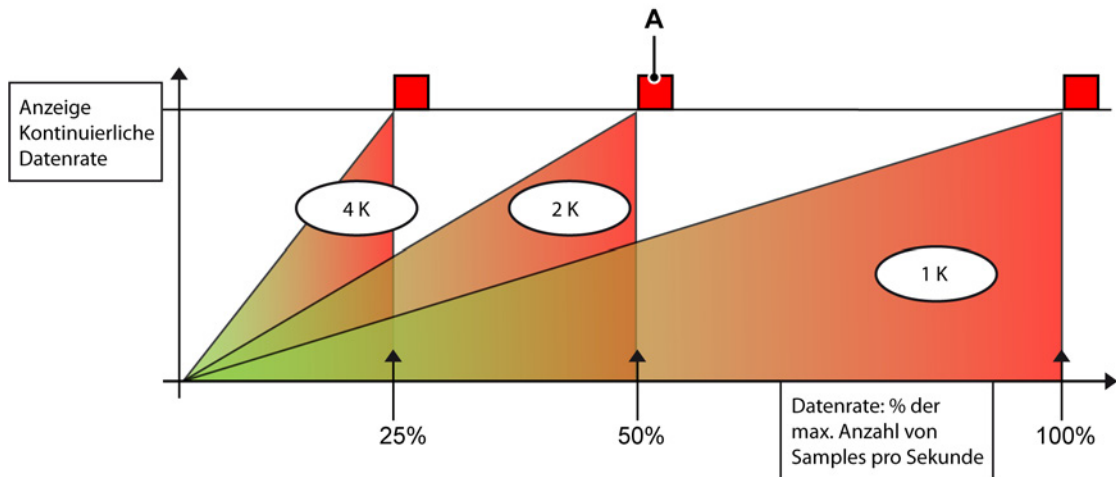

Abbildung 9.19: Datenrate und mehrere Kanäle
- Die Y-Achse in Abbildung 9.19 stellt die Anzeige Kontinuierliche Datenrate dar.
Abbildung 9.19 zeigt, dass die kontinuierliche Datenrate bei einer Aufzeichnung über vier Datenkanäle viermal schneller in den roten Bereich kommt bei 25% der maximalen Datenrate bei Verwendung von nur 1 Kanal.